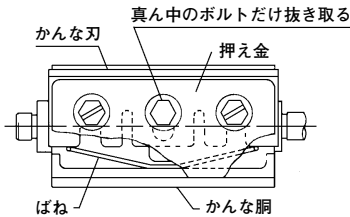

図 11
- (3) 後部ベースの穴から、付属のドライバーをさし込み、外側のボルトの頭部の溝に合わせてゆるめると、かなな刃はばね(図11)に押されて数ミリ飛び出します。(図12)
- (4) かなな刃の両端を持って、取りはずします。